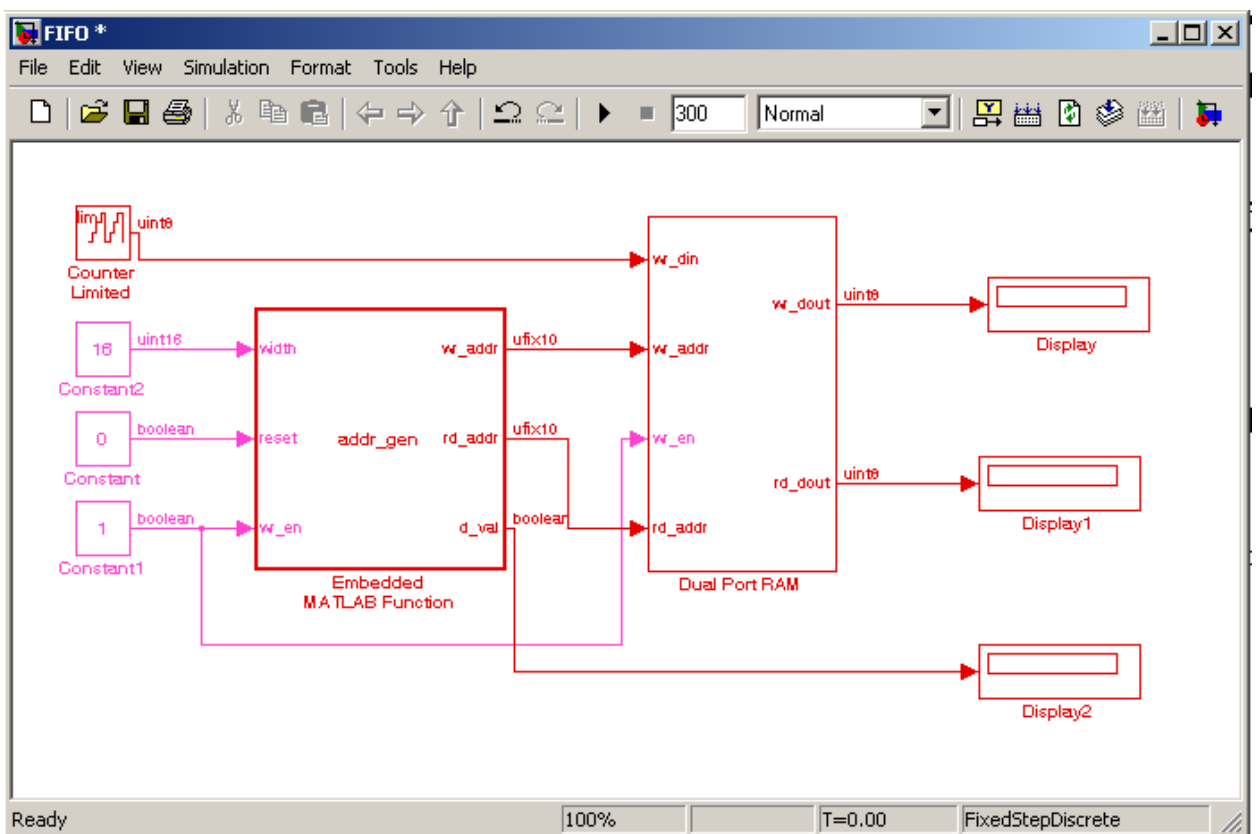

Рис. 29. Вид модели FIFO-буфера
9. Поместите на диаграмму модели блоки из Simulink Library Browser и соедините их так, чтобы диаграммы модели выглядела как на рис. 29.